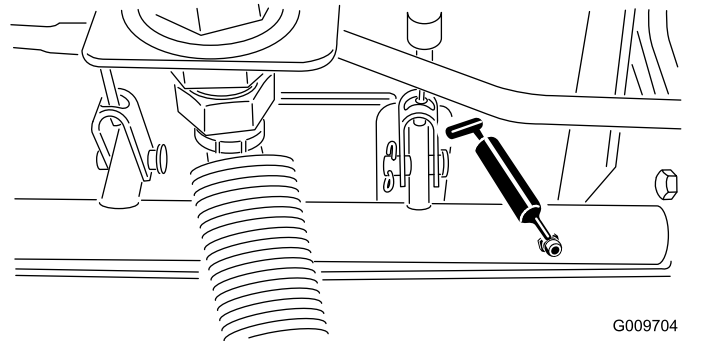

Figura 43
- Cojinetes de pivote de eje de freno (5) tal y como se muestra en la Figura 43